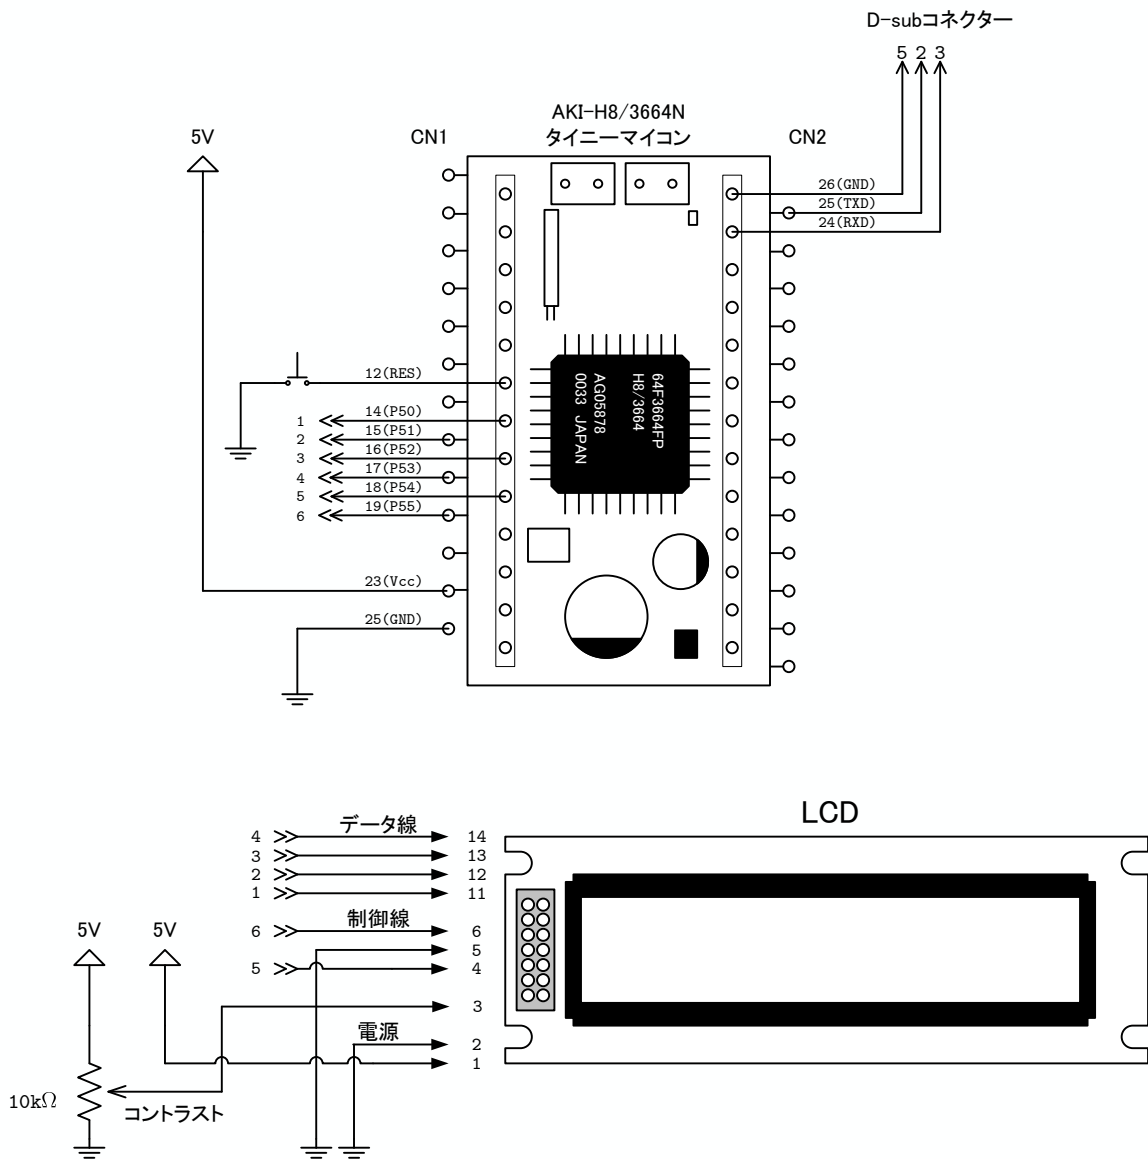

図 17: H8 による LCD 制御実験の回路
1. 図 17 のように回路をブレッドボード上に作成する。ただし、電源は、接続しない。